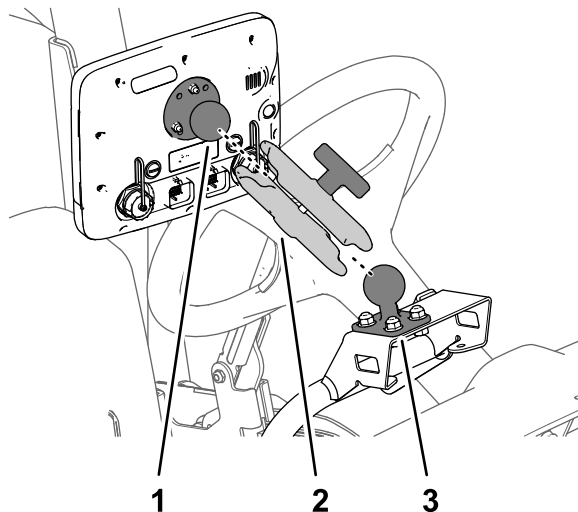

図 164
3. モニタのボールフィッティングと車体のボールマウントを、モニタアームにセットする 図 164。
- オペレータが着席した状態でモニタを見ることができるようモニタの角度を調整し、モニターアームのノブを手締めする 図 164。